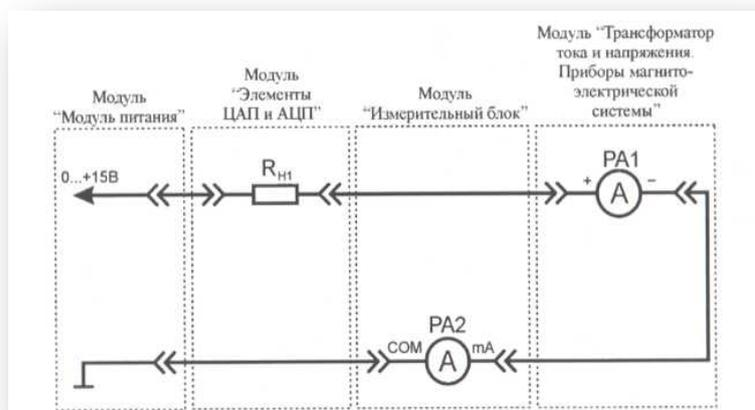

Рис. 20. Схема электрическая соединений лабораторных модулей для измерения силы тока прямым методом
1. Согласно схеме (рис. 20) выполнить электрические соединения модулей для измерения постоянного тока прямым методом при помощи аналогового ( $PA1$ ) и цифрового ( $PA2$ ) амперметров. **Монтаж схемы производить при отключенном питании.**